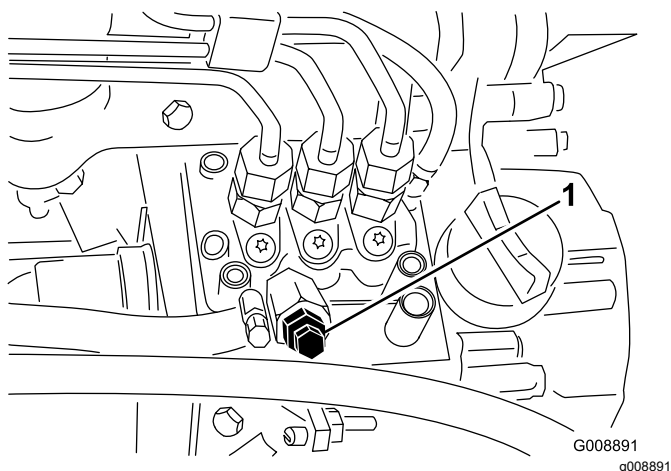

Figure 48
4. Desserrez la vis de purge sur la pompe d'injection (Figure 48).